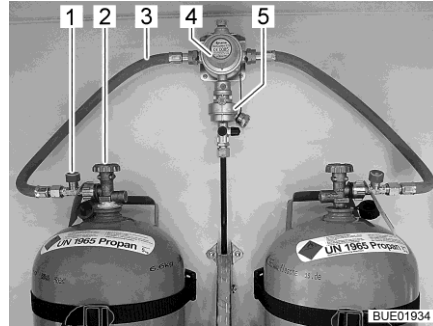
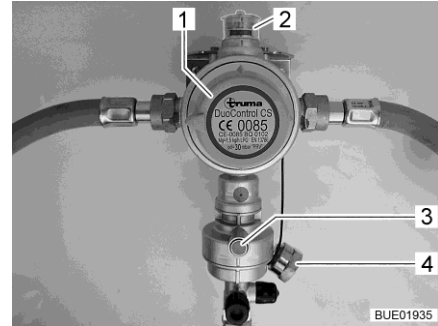

Fig. 83 Bouteilles de gaz avec DuoControl
Fig. 84 Système de réglage DuoControl
Le système de réglage DuoControl se compose d'une valve de commutation (Fig. 83,4) et d'un capteur de crash (Fig. 83,5). Le système de réglage est monté entre les lyres (Fig. 83,3) avec une sécurité de rupture de tuyau (Fig. 83,1). Un bouton rotatif (Fig. 84,1) situé sur la valve de commutation permet de définir laquelle des bouteilles de gaz est celle de service et laquelle est celle de réserve.
L'état de l'alimentation en gaz est affiché sur le regard (Fig. 84,2) :
Le fonctionnement avec une seule bouteille de gaz est autorisé, la prise à découvert doit cependant être obturée avec le couvercle borgne (Fig. 84,4) dans ce cas-là.
Le capteur de crash coupe l'arrivée du gaz en cas de secousses importantes (par exemple accident). Le capteur de crash s'active en appuyant sur le bouton Reset vert (Fig. 84,3).
La sécurité de rupture de tuyau (Fig. 83,1) coupe l'arrivée de gaz quand le tuyau raccordé se rompt. La sécurité de rupture de tuyau s'active en appuyant sur la touche verte. La touche verte doit rester pressée jusqu'à ce que la pression se soit établie dans le tuyau.
L'arrivée du gaz s'ouvre et se ferme sur l'unité de commande (Fig. 85) au moyen du système de réglage DuoControl. Les robinets principaux (Fig. 83,2) des bouteilles de gaz et les robinets d'arrêt de gaz des appareils doivent être ouverts manuellement. Pour activer la sécurité de rupture de tuyau, voir paragraphe "Sécurité de rupture de tuyau".
- Choisir la bouteille de gaz avec le bouton rotatif (Fig. 84,1) de la valve de commutation à partir de laquelle le gaz sera utilisé principalement (bouteille de service). Toujours tourner le bouton rotatif à fond.
- Ouvrir les robinets principaux (Fig. 83,2) des bouteilles de gaz.
- Appuyer sur la touche verte de la sécurité de rupture de tuyau (Fig. 83,1). Le repère vert est affiché sur le regard (Fig. 84,2).
- Fermer les robinets principaux (Fig. 83,2) des bouteilles de gaz.
Le voyant de contrôle vert (Fig. 85,6) s'éteint durant le fonctionnement et le voyant de contrôle rouge (Fig. 85,5) s'allume quand la bouteille de service est vide et doit être remplacée. Le repère rouge est indiqué sur le regard (Fig. 84,2). La bouteille de réserve alimente les appareils à gaz.
- Tourner le bouton rotatif (Fig. 84,1) d'un demi-tour en direction de la bouteille de gaz actuellement utilisée. Cette bouteille de gaz devient alors la bouteille de service, la bouteille vide devient celle de réserve. Le repère dans le regard (Fig. 84,2) passe du rouge au vert.
- Fermer le robinet principal (Fig. 83,2) de la bouteille de gaz vide. Observer le sens de la flèche.
- Appuyer sur la touche verte de la sécurité de rupture de tuyau (Fig. 83,1).